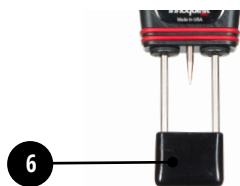

Fig. 1
Mettre l'humidimètre en fonction en enfonçant le bouton de MISE EN FONCTION (2) à la fig. 1. L'écran affichera d'abord le milieu sélectionné et le type de CE. Pour modifier ces réglages, voir **Changement de milieu et de type de CE**. Ensuite, l'affichage indiquera la vie utile des piles sous forme de représentation graphique et le numéro de série de l'humidimètre. L'écran affiche ensuite le contenu volumétrique en eau actuel en %, la température en °F ou °C, et la valeur de la conductivité électrique volumétrique ou de porosité (CE) en milli-Siemens/cm. (1 mS/cm = 1 dS/m)